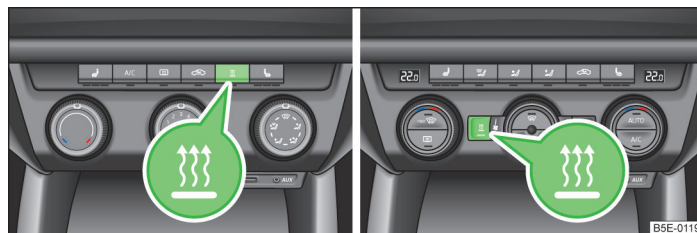

Fig. 110 Touche d'activation/désactivation directe sur l'unité de commande du climatiseur/du climatiseur
- au moyen de la touche sur l'unité de commande du climatiseur manuel / du Climatronic. Le voyant dans la touche s'allume » fig. 110 ;
- au moyen de la touche sur l'unité de commande du climatiseur manuel / du Climatronic. Le voyant dans la touche s'éteint » fig. 110 ;